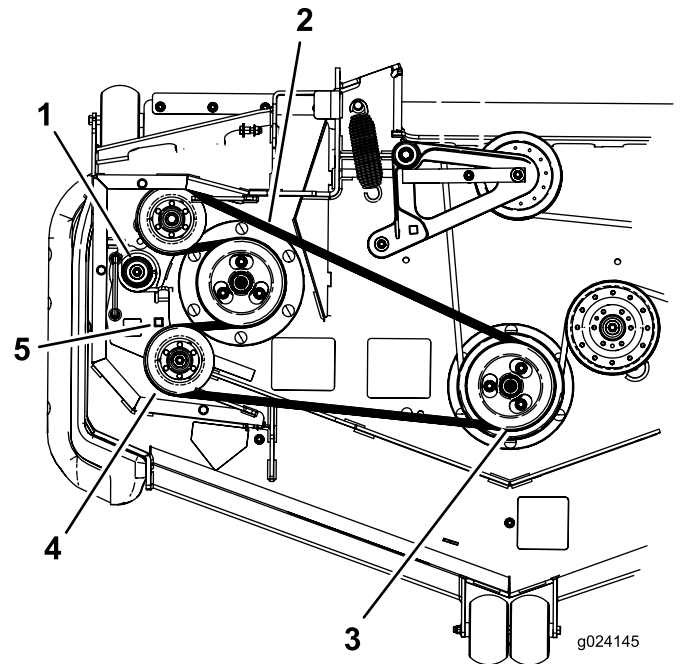

Figure 89
7. Insérez un rochet dans le trou carré du bras de la poulie de tension pour détendre le ressort de la poulie (Figure 89).
8. Enlevez la courroie de la poulie du plateau de coupe (Figure 89).
9. Enlevez la courroie des autres poulies (Figure 89).
11. Insérez le rochet dans le trou carré, détendez le ressort et acheminez la courroie neuve autour de la poulie de tension (Figure 89).